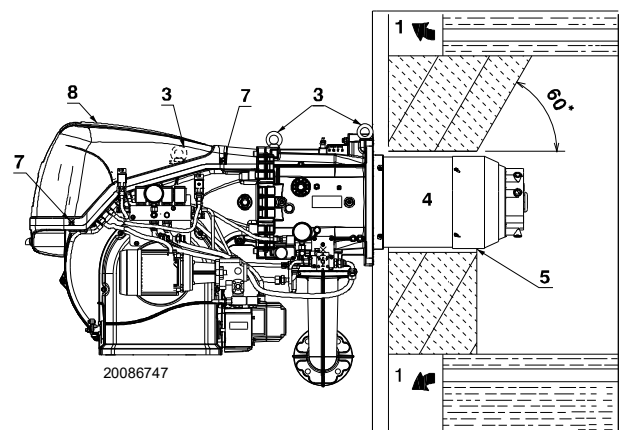

Рис. 14
В котлах с передним оборотом дымовых газов 1)(Рис. 14) или в двухходовых котлах защитите огнеупорным материалом 5) зону между огнеупорной частью котла 2) и жаровой трубой 4).
Предусмотрите соответствующую систему подъема посредством сцепления с кольцами 3)(Рис. 14) после снятия крепежных винтов 7) кожуха 8).
- Вставьте термозащиту из комплекта на жаровую трубу 4)(Рис. 14).